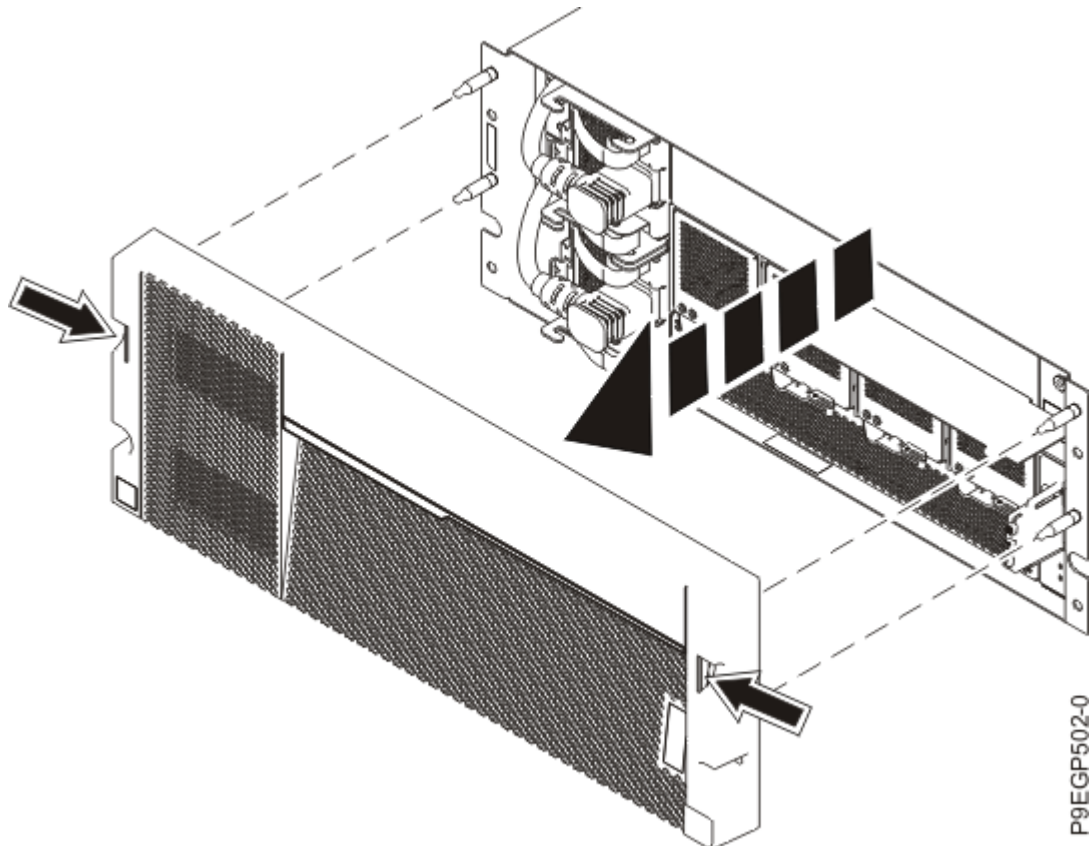

Abbildung 8. Abdeckung ausbauen und Serviceinformationskarte entfernen
- b. Ziehen Sie die Blende an den beiden blauen Punkten auf jeder Seite der Schublade gerade heraus, um die Blende von der Vorderseite der Schublade zu entfernen (siehe Abbildung 8 auf Seite 13).